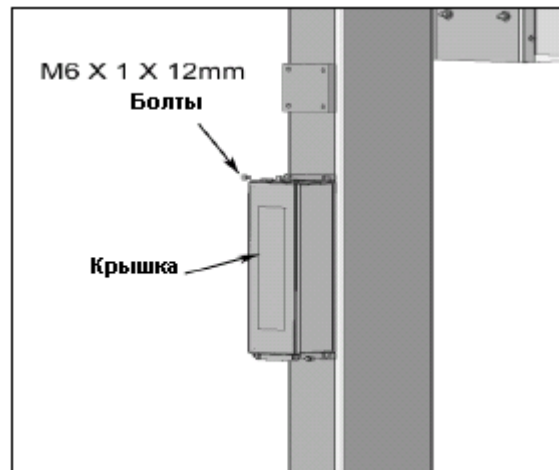

Рис. 15.1
1. Установить Коробки Замков Безопасности при помощи четырех болтов М6х1х12 ( Рис. 15.1 ). Крышки не крепить, пока не будет полностью проверена работа Замков Безопасности.